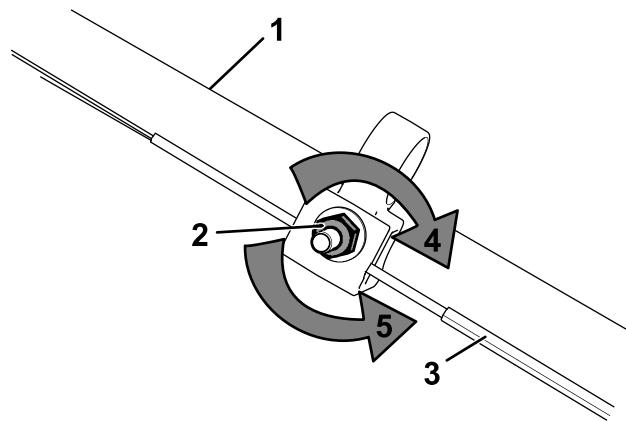

Figura 26
1. Girate il dado di regolazione in senso antiorario per allentare la regolazione del cavo (Figura 26).
2. Regolate la tensione del cavo (Figura 26) tirandolo indietro o spingendolo in avanti e mantenendo quella posizione.